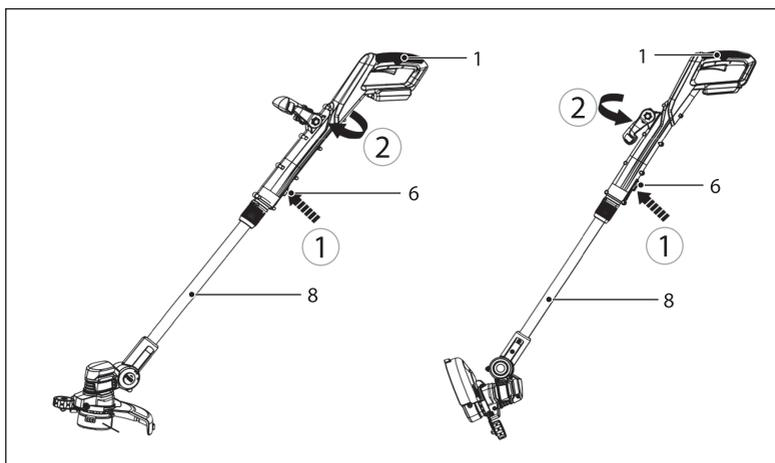

Рис. 9
1. Нажмите кнопку разблокировки штанги (6) и поверните основную рукоятку (1) по часовой стрелке, удерживая штангу (8), чтобы отрегулировать триммерную головку на угол 180° (рис. 9). Отпустите кнопку разблокировки (6) и продолжайте поворачивать основную рукоятку (1), пока она не зафиксируется на месте. Убедитесь, что кнопка разблокировки (6) встала на место.